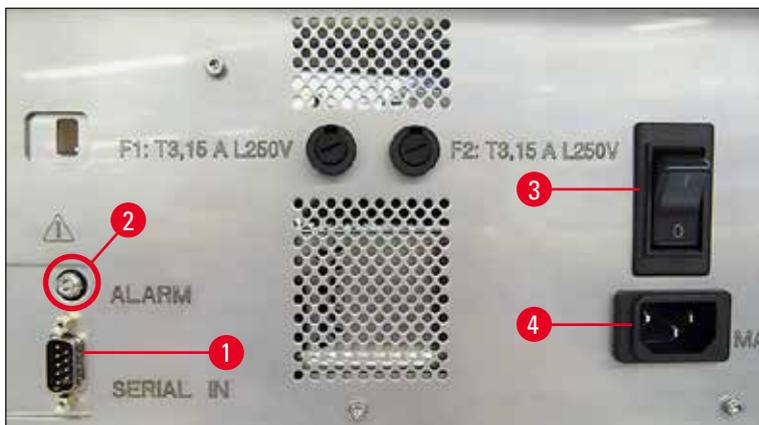

図 31
- ① 電気接続部は、装置の背面パネルにあります (→ "図 31")。